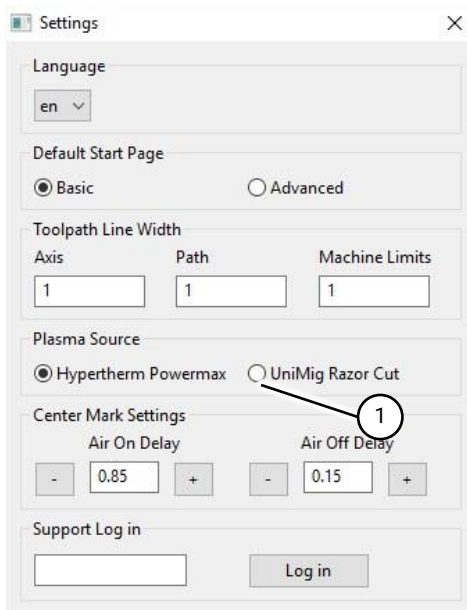

Fig 44 Fenêtre des paramètres
9. Dans la fenêtre Paramètres, sélectionnez la source de plasma correcte (Fig 44 (1)). SwiftyCNC devra être redémarré.